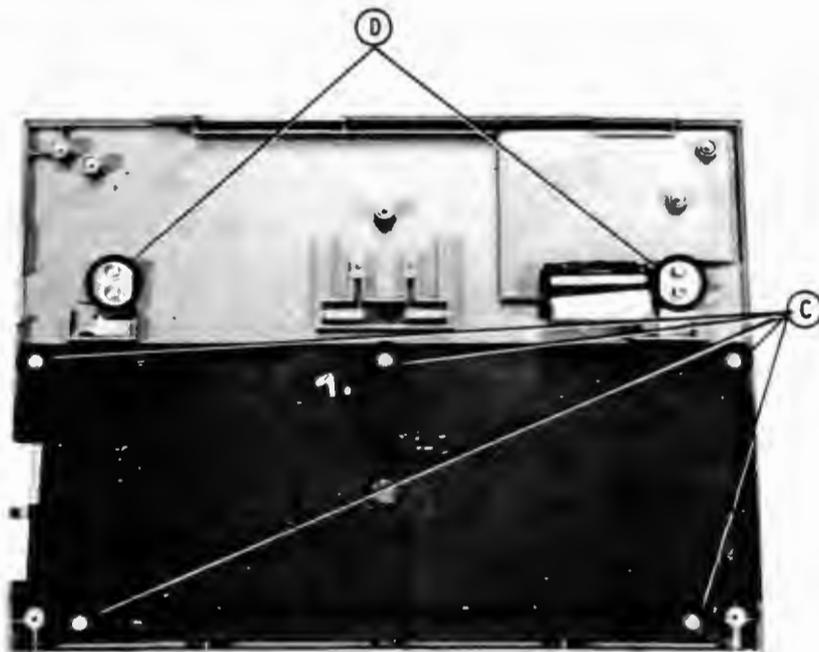

Abbildung 2-3 Demontage der Tastatur und des Displays
5. Die 5 Sicherungsschrauben C der Tastaturgruppe entfernen (Abb. 2-3).
6. Die 4 Halteschrauben D entfernen (Abb. 2-3).